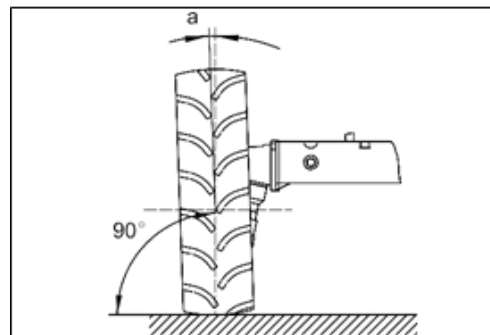

Fig. 193 - ANGLE DE CARROSSAGE
1. Le carrossage réduit la flexion ou la torsion de l'essieu avant causée par la charge verticale ou la résistance au roulement, et contribue à la stabilité en marche (fig. 193).